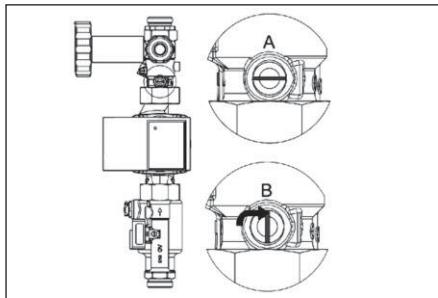

Fig. 6.12 Ritegno (valvola sfera di ritorno)
- Aprire la valvola di ritegno della stazione solare (nel ritorno della stazione solare sopra la pompa), posizionando la vite di regolazione in posizione verticale (posizione B in Fig. 6.12). Adesso è disabilitata.